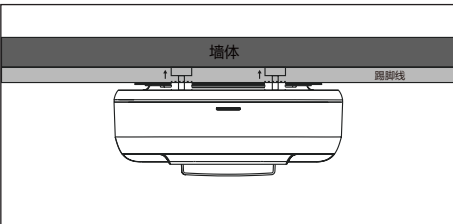

图 1
4. 工作时，前方 100 cm 和左右两侧 50 cm 保持空旷无遮挡。（如图 1）